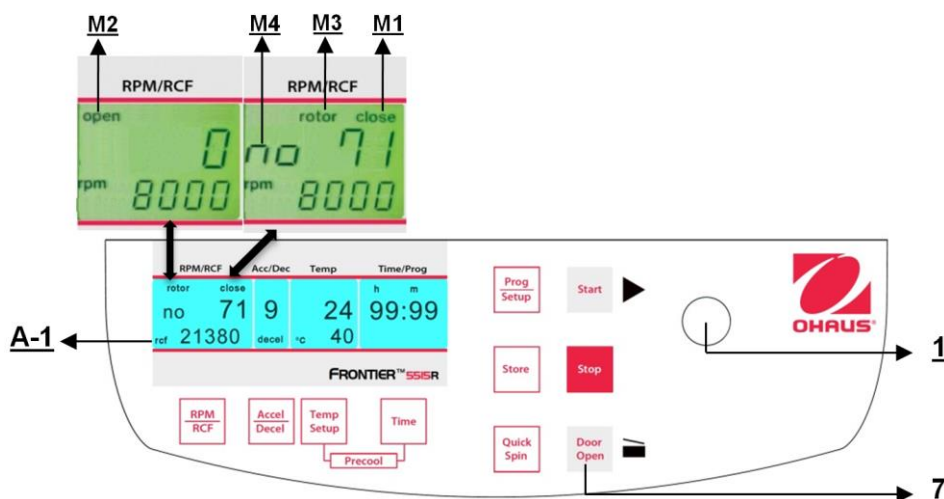

Figura 15
Después de la operación, cuando la tapa de la centrífuga está cerrada, aparece la palabra **"close"** (M1) en la pantalla **"RPM | RCF"** (A-1). Además, si hay un rotor en la centrífuga, aparece la palabra **"rotor"**(M3) así como el número de código del rotor respectivo, el cual está en el sistema de la centrífuga **"71"** (M4). Si no hay rotor en la centrífuga, destella la palabra **"rotor"** (M3) y aparece adicionalmente la palabra **"no"** (M4). Al presionar el botón **"Door Open"** (7), puede liberar la tapa de la centrífuga. Tan pronto la tapa electromagnética esté completamente liberada, aparece la palabra **"open"** (M2). Ahora puede abrir la tapa de la centrífuga. Consulte la Figura 15 a continuación para referencia.
La tapa debe bajarse solo un poco. Un seguro de la tapa electromagnética cierra la tapa, al mismo tiempo que desaparece la palabra **"open"** (M2) (vea la Figura 15).